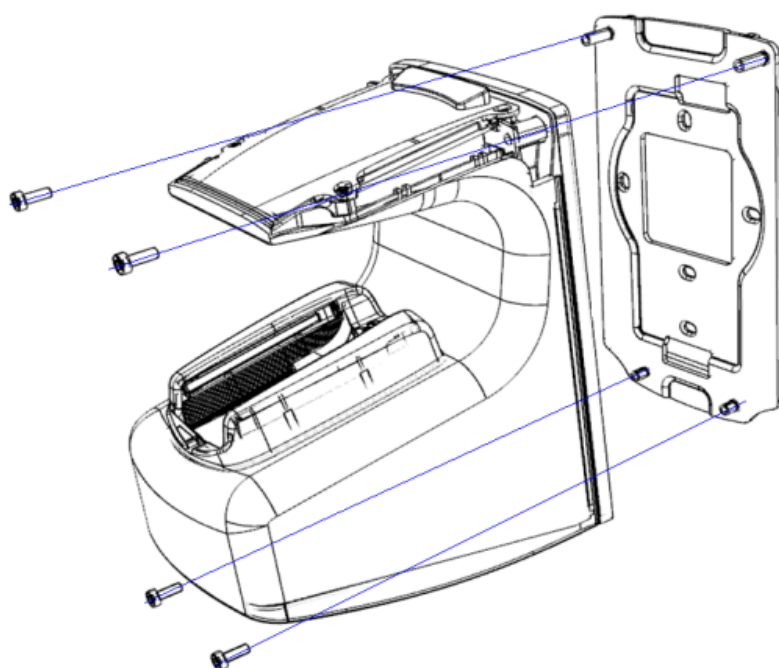

Figure 9 : Fixation du corps du terminal
8. Fixer le corps du terminal à l'aide des 4 vis M3x8 (voir Figure 9).